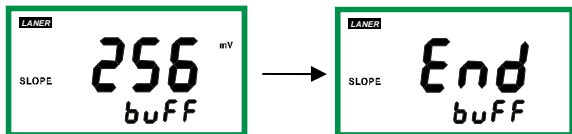

图 7-6
4、此时仪表显示的数值可能不是 256mV，按 键或 键将数值调至 256mV，然后按下 OK 键，数值稳定显示 86mV。按下 CAL 键，仪表校准结束，跳转至测量状态，显示如图 7-6 所示。